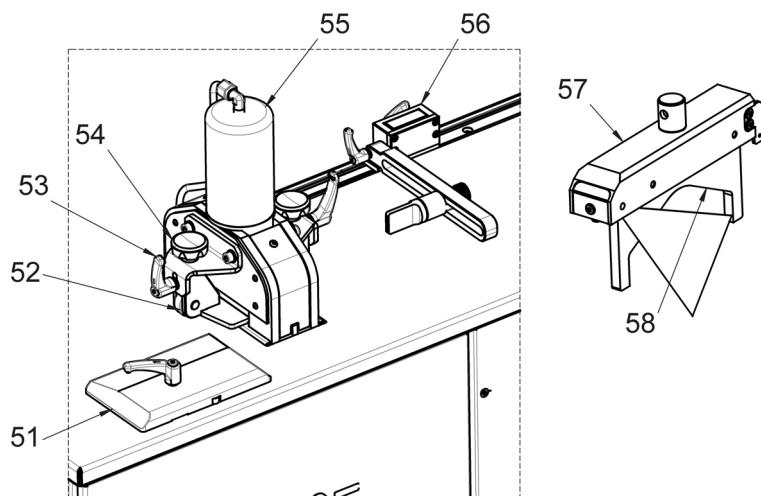

Imagen 9: Corte de pletinas y barras
- Soltar las palancas de bloqueo en la placa guía lateral (Imagen 9, 51) y ajustar la placa guía a la anchura de la pletina.
- Aflojar los tornillos tensores (Imagen 9, 54) y la palanca de bloqueo (Imagen 9, 53) de los dos retenes y ajustarlos al grosor de material de la pieza.